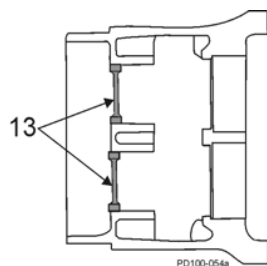

Abbildung 19 - Ausbau der hinteren Öldichtungen
10. Drücken Sie die beiden hinteren Öldichtungen im Getriebegehäuse heraus (Abbildung 19, Pos. 13) und entsorgen Sie sie.